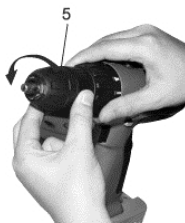

Рис.5
5. Установка и снятие отверточной биты или сверла (рис.5).